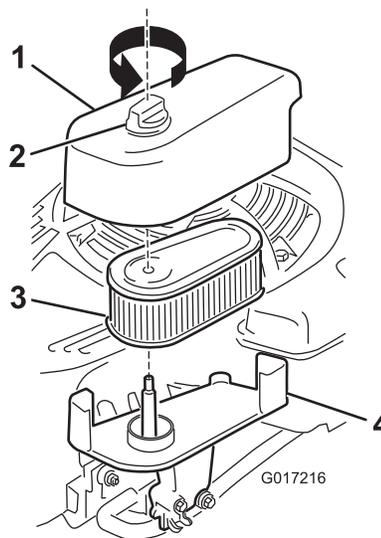

Figure 30
1. Retirez la fixation du couvercle du filtre à air et déposez le couvercle (Figure 30).